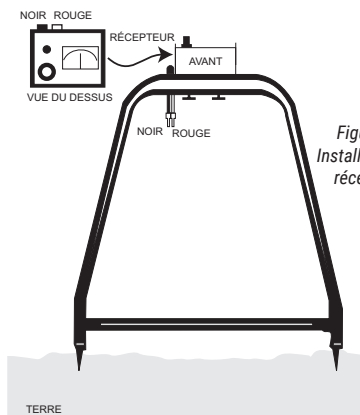

Figure 2. Installation du récepteur
3. Lorsque l'émetteur est désactivé, fixez le récepteur au cadre en « A » et connectez les fils récepteurs du cadre en « A » aux prises d'entrée du récepteur – le fil noir avec le fil noir et le fil rouge avec le fil rouge. (Voir la figure 2.)